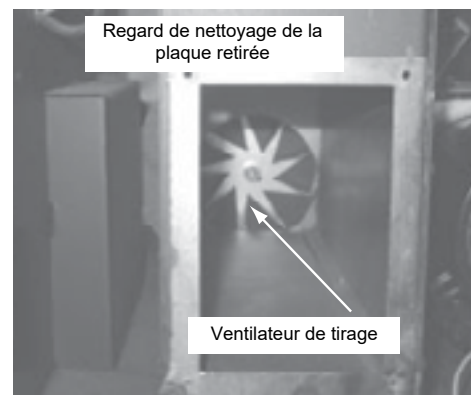

Figure 21.3
- c. Utilisez un petit aspirateur pour nettoyer la zone (Figure 21.3).